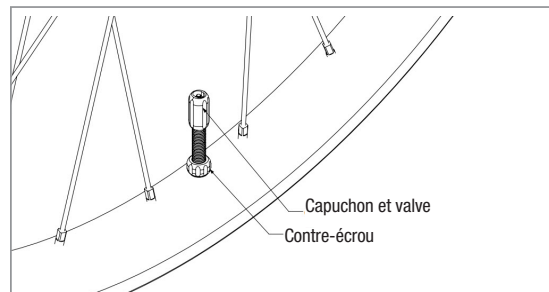

Figure 6
3. Faites glisser la valve sans chambre à air à travers la jante et la faire tourner sur le contre-écrou (Fig. 6). Exercez une pression sur la partie en caoutchouc de la valve pour l'empêcher de tourner pendant que vous serrez le contre-écrou. Serrez l'écrou jusqu'à ce que vous ne puissiez plus bouger ou déplacer la valve. Ne serrez pas trop fort.